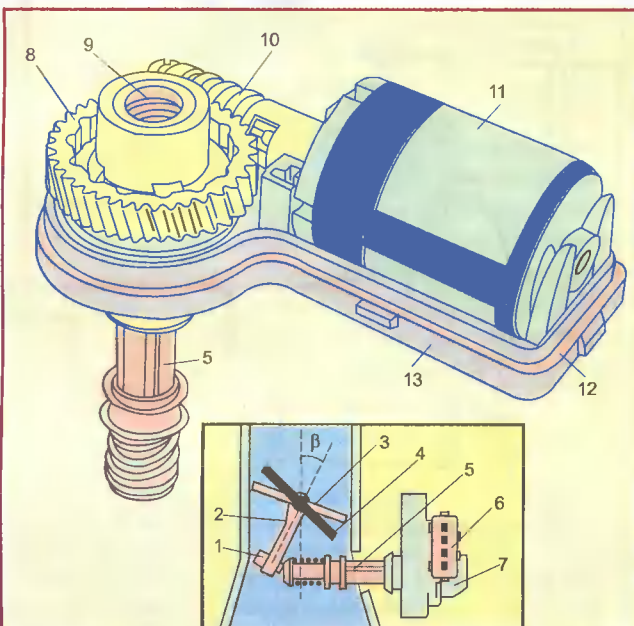

Рис. 8.
□ Интересной особенностью системы впрыска "Моно-Jetronic" является наличие в ее составе подсистемы стабилизации оборотов холостого хода с помощью электросервопривода, который воздействует на ось дроссельной заслонки (рис. 8). Электросервопривод снабжен реверсным электродвигателем ПП постоянного тока.